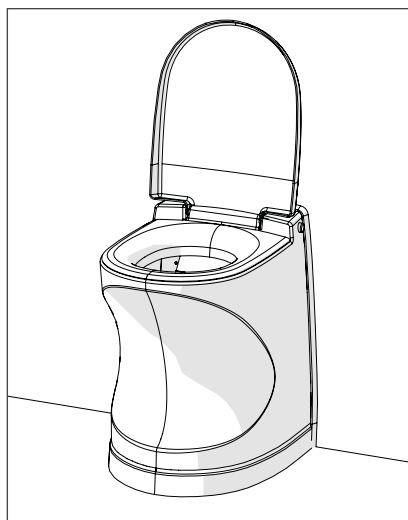

Bild 2
3. Fäll ner sittringen. Toaletten är nu klar att användas (bild 2).